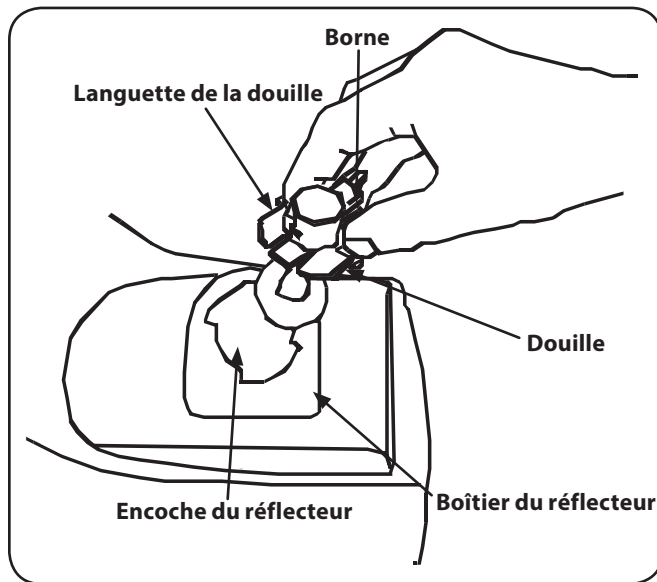

Figure 7-3
3. Faites pivoter la douille d'un quart de tour afin d'aligner la languette de la douille avec l'encoche du réflecteur. Ensuite, retirez l'ampoule et la douille du boîtier du réflecteur. Voir Figure 7-3.
5. Alignez les pattes de blocage de la base de l'ampoule avec l'encoche de la douille. Ensuite, poussez l'ampoule vers l'intérieur et tournez-la dans le sens horaire pour la verrouiller. Voir Figure 7-3.